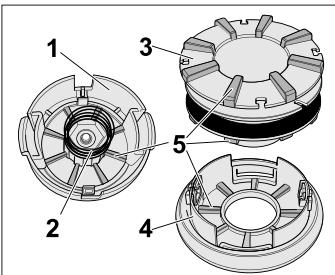

Fig. 13
- Limpar a caixa da bobina (1), [Fig. 13], a mola (2) e a bobina (3) com a respectiva tampa (4). Para limpar, utilizar um pano limpo.
- Verifique o desgaste dos dentes de ligação (5), [Fig. 13], na caixa da bobina (1), na bobina (3) e na respectiva tampa (4). Se necessário, substituir as peças danificadas.
- Retirar a bobina (3), [Fig. 13, pág. 13] para fora da respectiva tampa (4).
- Limpar a caixa da bobina (1), [Fig. 13, pág. 13], a mola (2) e a tampa da bobina (4). Para limpar, utilizar um pano limpo.
- Verificar o desgaste dos dentes de ligação (5), [Fig. 13, pág. 13], na caixa da bobina (1) e na tampa da bobina (4). Se necessário, substituir as peças danificadas.